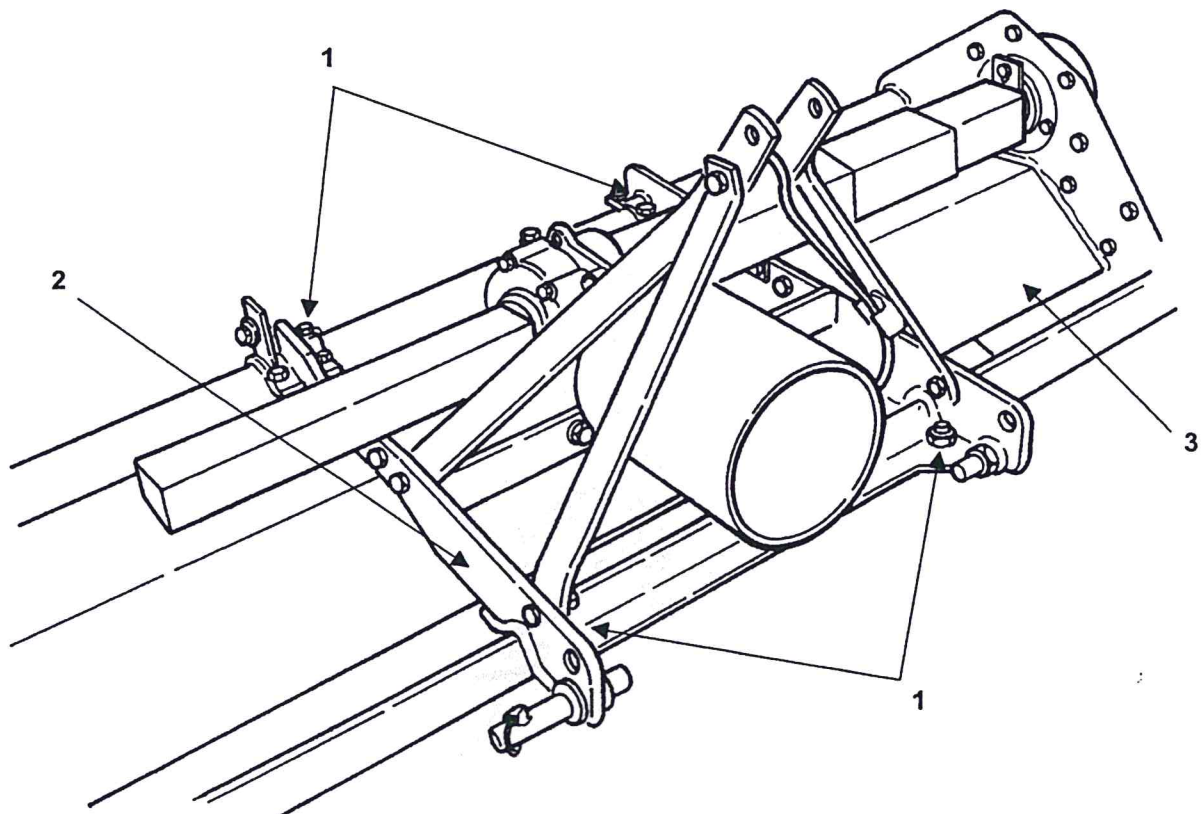

Fig. 7
1. Die Sicherungsmutter (siehe **Nr. 1, Abb. 7**) des Schlittenreglers (siehe **Nr. 2, Abb. 7**) lockern.
2. Den Schlitten (siehe **Nr. 3, Abb. 7**) in die gewünschte Höhe bringen.
- Wöchentlich:** Nachprüfen, ob die Hacken nicht übermäßig abgenutzt oder beschädigt sind. Sich vergewissern daß der Hackenträger-Läufer sich frei dreht. Kontrollieren, ob das Kettengehäuse genügend Fett bzw. Öl enthält (siehe Nr. 4, Abb. 7).